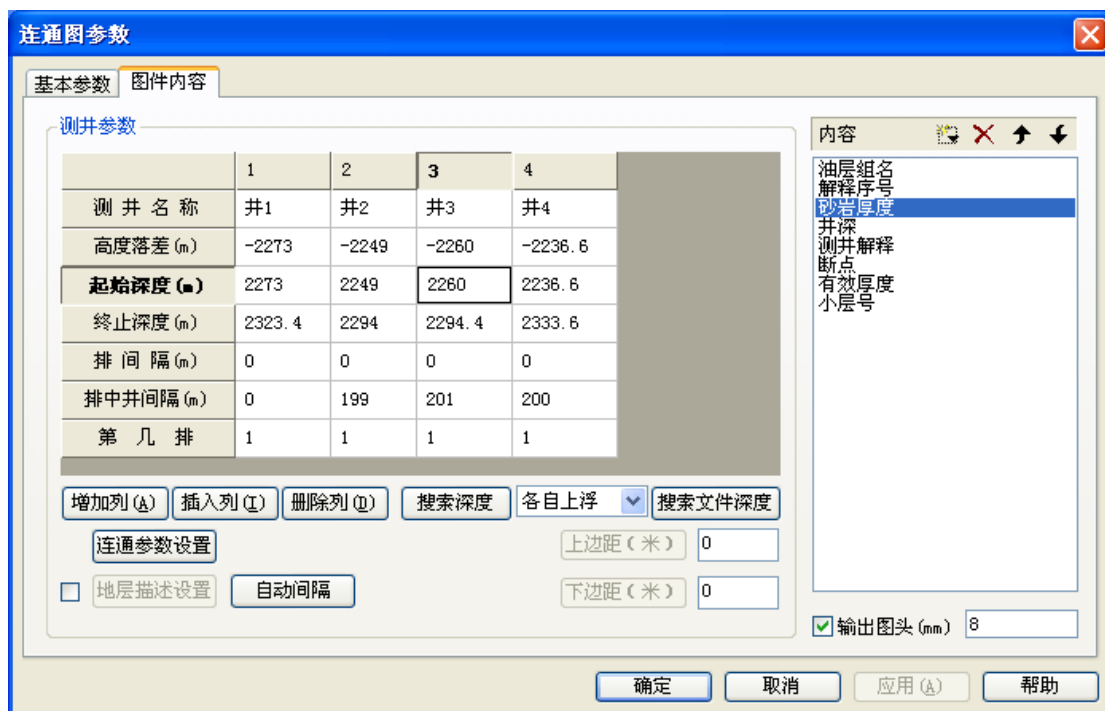

图 100
a. 单击 **连通参数设置** 进行连通关系参数设置。(如图 100)